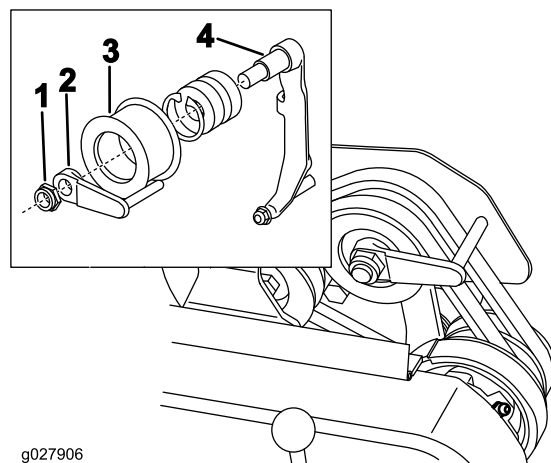

图41
8. 要在不启动发动机的情况下更容易推拉机器，应按照以下所示的方法调节皮带导轨（图41，插入件）：